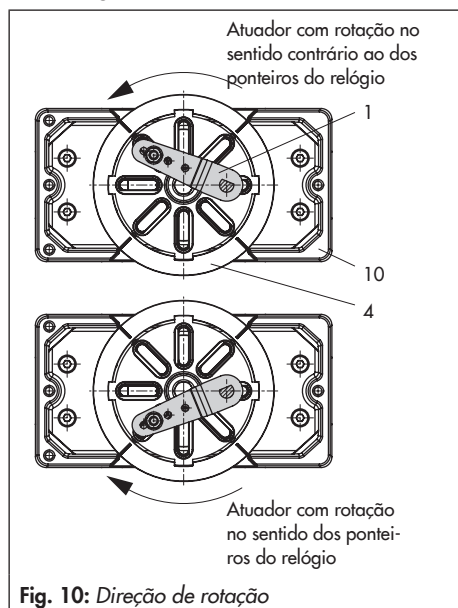

Fig. 10: Direção de rotação
8. Coloque o posicionador na caixa (10) e aparafuse firmemente. Tendo em consideração a direção de rotação do atuador, ajuste o braço (1) de modo a encaixar o pino transmissor na ranhura correta (Fig. 10).